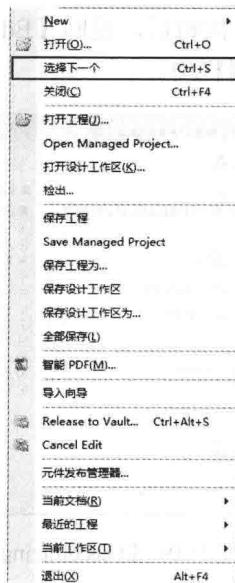

图 1-24 添加新命令到【文件】菜单
(7) 将鼠标放在新建命令“选择下一个”上，将其拖到主菜单【文件】的菜单栏中，选择合适位置放下，如图 1-24 所示。